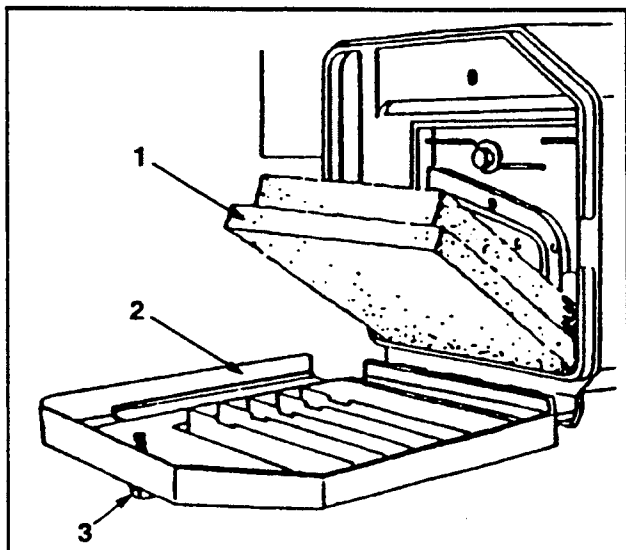

Figure 18
2. Dévisser le bouton de fixation jusqu'à ce que le couvercle puisse être retiré. Nettoyer le couvercle soigneusement (fig. 18).
3. Si l'élément en mousse est encrassé, le retirer du boîtier de filtre à air (fig. 18) et le nettoyer soigneusement.